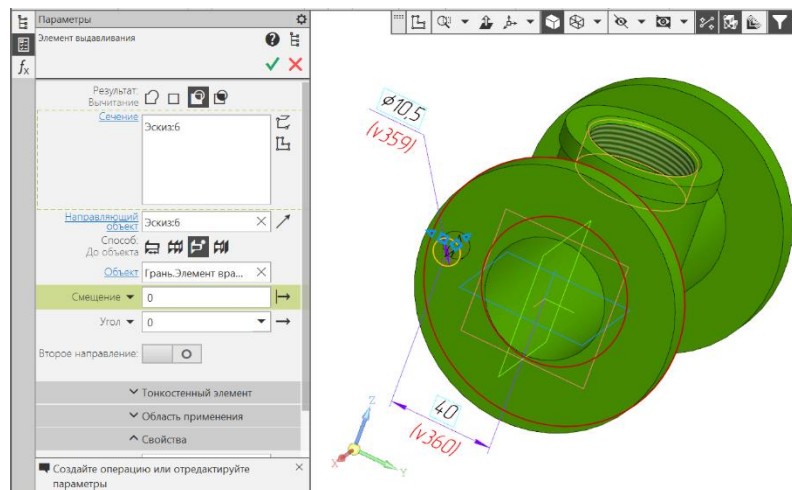

Рис. 15 Команда «Вырезать выдавливанием»
- **Твердотельное моделирование – Элементы тела – Вырезать выдавливанием.** Параметры выдавливания: результат операции – Вычитание; направляющий объект – Эскиз 6 (окружность); способ – До объекта (Грань элемента вращения 1) (рис. 15).